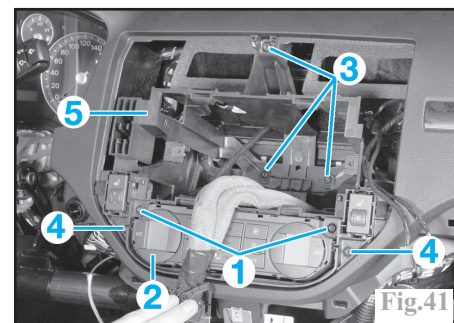

Fig.41
Déposer les 2 vis (1), débrancher les connecteurs et déposer le bloc de commande (2) (Fig.41)